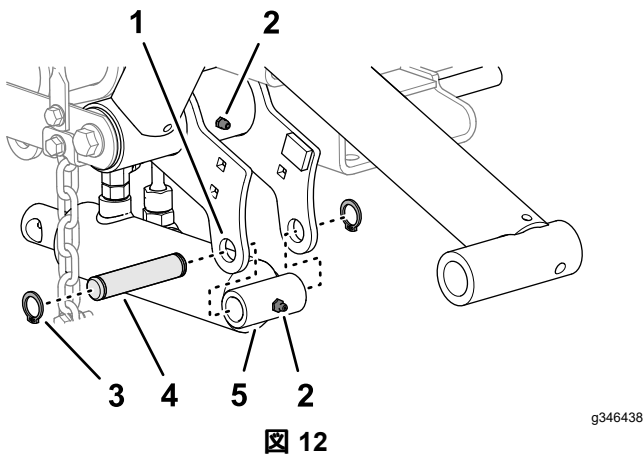

図 12
- 昇降シリンダのキャップ端を、左昇降アームのフランジの穴に合わせる図 12。
2. フランジにシリンダを取り付ける取り付けピンとスナップリング 2 個を使用する 図 12。
3. 昇降アームと油圧シリンダのグリスフィッティングに、No. 2 リチウムグリスを注入する 図 12。